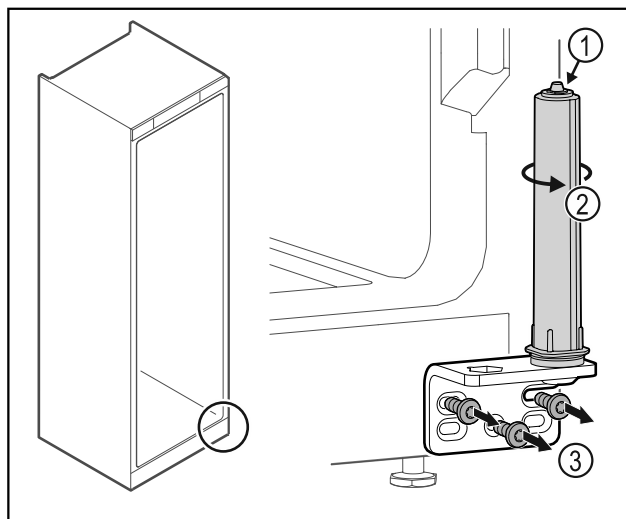

Fig. 25
- Älä pura oven sulkuyksikköä Fig. 25 (1).
- Kierrä sulkuyksikköä Fig. 25 (2), kunnes se naksahda.
- Irrota saranakulma Fig. 25 (3).